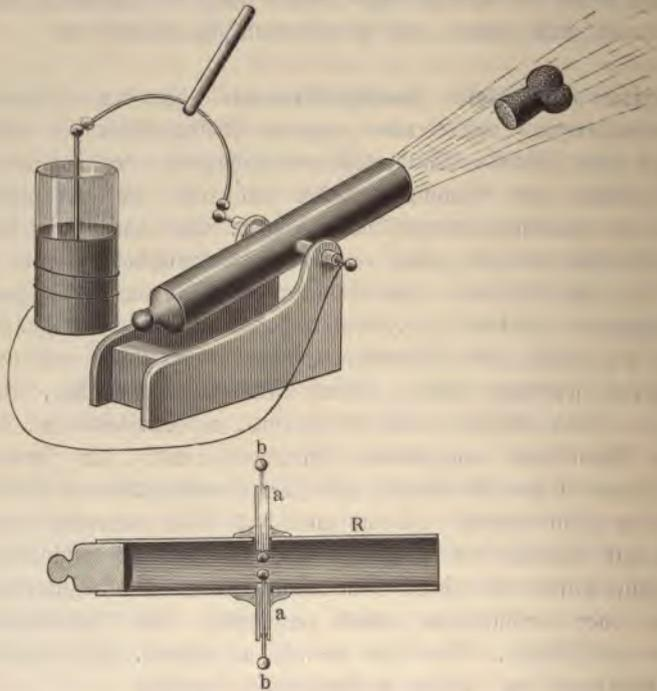

Fig. 128. Elektrische Knallgaskanone.
**Eine elektrische Knallgaskanone.** In den größeren Eisenhandlungen erhält man gezogene Messingröhren in allen Längen und Weiten. Man wählt eine Rohrweite von der Stärke eines Wein- oder Champagnerforkes und läßt sich von dieser Sorte ein zweifingerlanges Stück absägen. Aus diesem Rohr soll die elektrische Kanone gebaut werden. Man durchbohrt dann — oder läßt durchbohren — das Rohr in der Mitte an zwei gegenüberliegenden Punkten, so, daß man, wie es auch die Fig. 128 (a. f. S.) zeigt, zwei Glasröhrenstückchen *a* einführen und mit Siegellack festkitten kann. Bevor dies jedoch geschieht, kittet man in beide Röhren einen Draht ein, der beiderseits in eine kleine Metallkugel (angelötetes Schrotkorn) endet. Im Innern des Rohres stehen die Kugeln etwa 2 mm auseinander und bilden hier eine Funkenstrecke. Darauf wird das Rohr einerseits durch einen mit Schellack fest eingefitteten Holzpfropfen fest verschlossen.